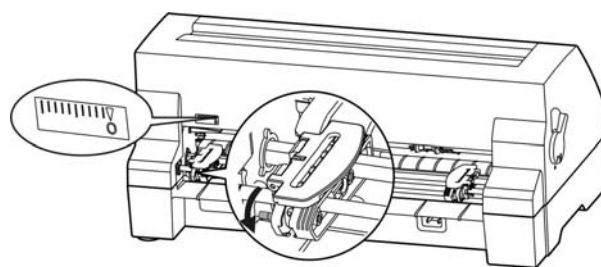

图 3-10 调整链轮位置
5. 将拖纸器左链轮移至左边适当位置（“0”位置表示横向起始打印位置）。拖纸器左链轮移至最左时，打印起始位置距纸定位孔中心约 11.75 mm。按下拖纸器左链轮的链轮锁定杆以锁定拖纸器左链轮。将拖纸器右链轮移至适当位置，但不要锁定其位置（如图 3-10 所示）。